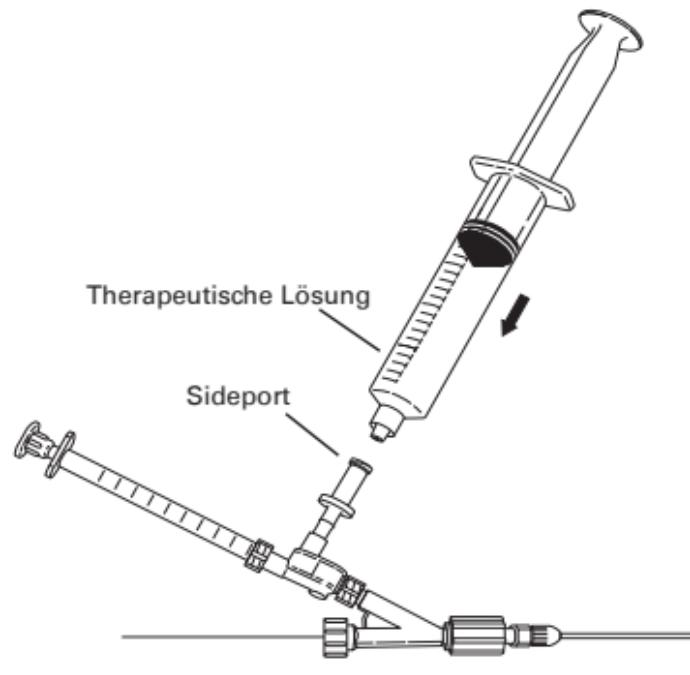

Abb. 7
9. Um mit der Verabreichung der therapeutischen Lösung zu beginnen, die 20-ml-Spritze mit der heparinisierten Kochsalzlösung entfernen, jedoch einen Meniskus der Lösung am Sideport-Anschluss lassen. Vor dem Anschließen einer weiteren, mit Flüssigkeit gefüllten Spritze an den Sideport sicherstellen, dass alle Luftblasen entfernt wurden. Mit einer mit therapeutischer Lösung gefüllten Spritze wieder anschließen. (**Abb. 7**)